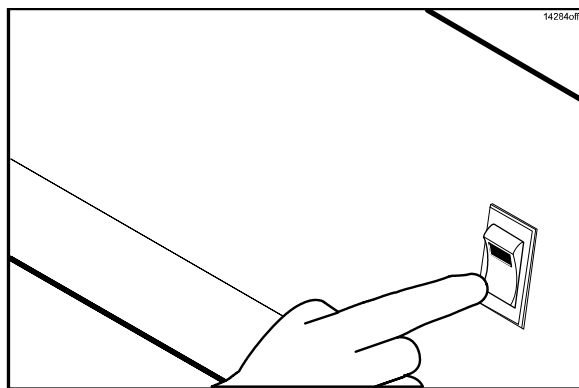

图 115
51. 将风扇联锁开关置于 OFF 的位置。（请见图 115）